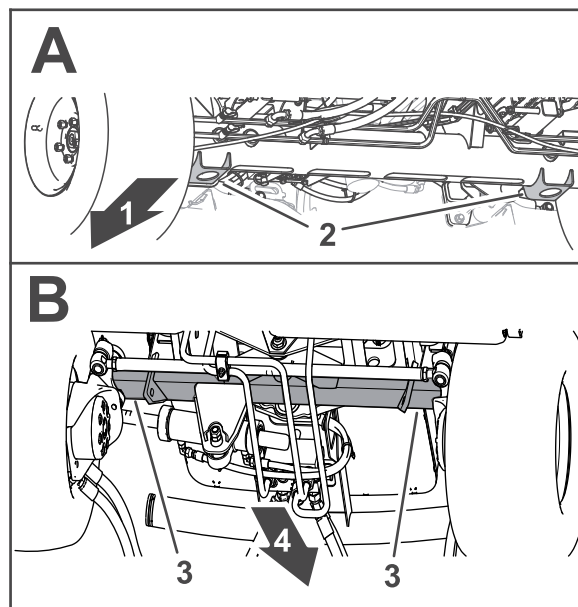

Рисунок 70
- Передняя часть – кронштейны домкратов в трубе переднего моста (Рисунок 70).